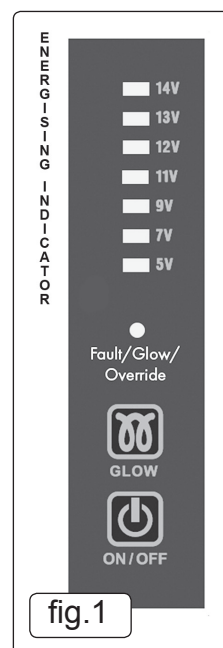

fig. 1
Energising Indicator (EI) (fig. 1):